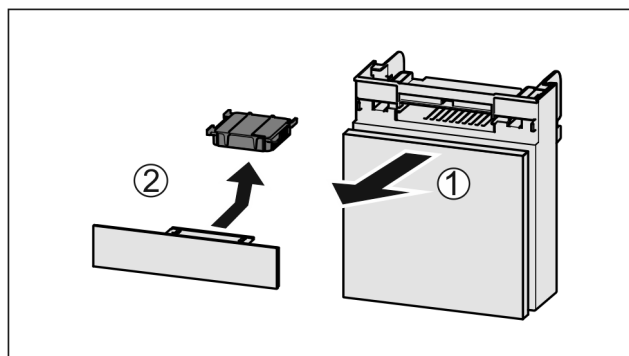

Fig. 137
- Fach nach vorne herausziehen Fig. 137 (1).
- Aktivkohlefilter entnehmen Fig. 137 (2).